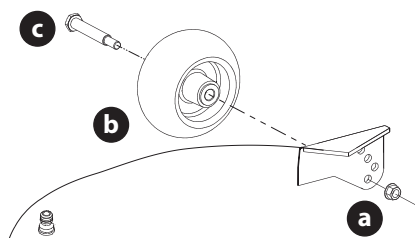

Figure 12
6. Retirez le l'écrou de blocage (a) la roulette de terrage (b) et la vis à épaulement (c) du plateau (Figure 12).